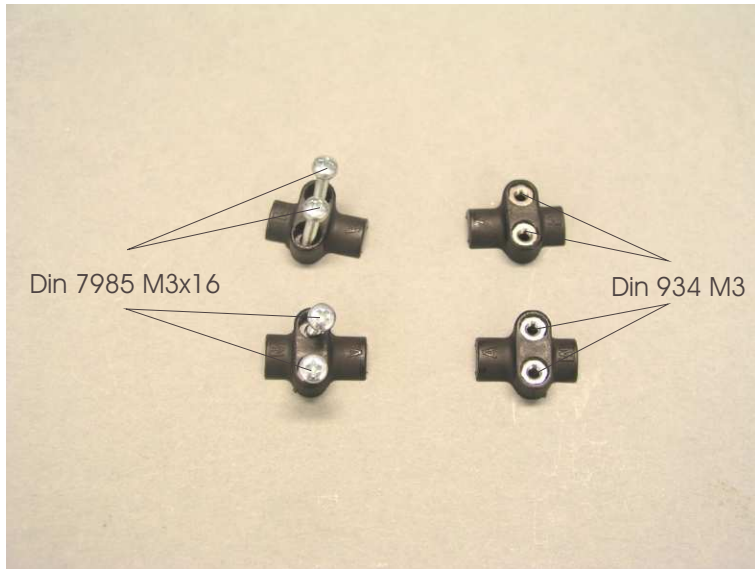

Bild 1
Bitte bereiten sie die Achshalter (B), wie in Bild 1 gezeigt, vor.